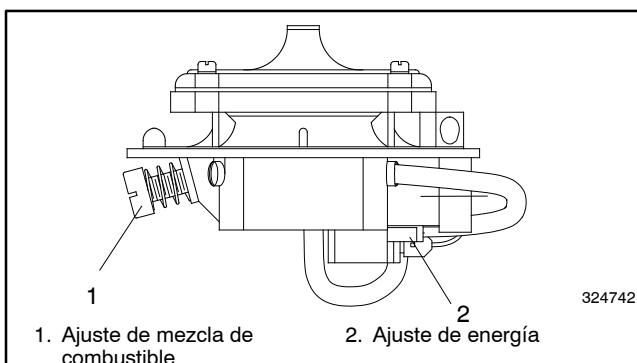

Figura 9-50 Estilo de mezcladores de combustible 30-80 kW con Nolf NCA-225M y NCA-125M
- b. **Grupos electrógenos de 30-80 kW.** Estilos Nolf NCA-225M y NCA-125M de mezcladores de gas usados en versiones anteriores de motores de 30-60 kW GM 4.3 L y 5.7 L GM, sistemas de extracción de líquido LP 30-60 kW, y motores GM de 80 kW 8.1 L. Consulte la Figura 9-50.